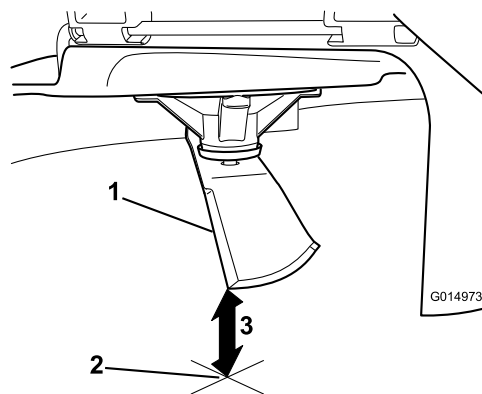

Figure 73
- Mesurez la distance entre la pointe de la lame et la surface plane (Figure 73).